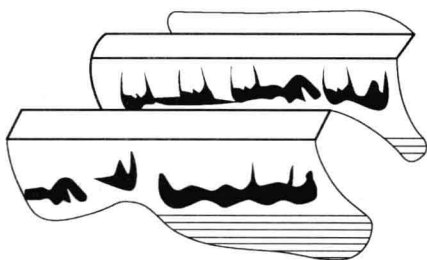

图 6.4 齿面胶合
(4) 高速重载或低速重载齿轮传动的主要失效形式是齿面胶合。热胶合发生在相对滑动速度大的齿顶或齿根部位,如图 6.4 所示。导致冷胶合的主要原因是重载下的齿面间过大的啮合压力,因此冷胶合发生在啮合齿面的单对齿啮合区。为防止齿面胶合,应进行齿面胶合强度校核计算,并可以采取以下措施来提高齿面抗胶合的能力:①减小模数,降低齿高,以降低滑动系数;②提高齿面硬度,降低齿面的表面粗糙度值;③采用齿廓修形,以减小轮齿的啮入冲击;④采用抗胶合能力强的齿轮材料和加入极压添加剂的润滑油。